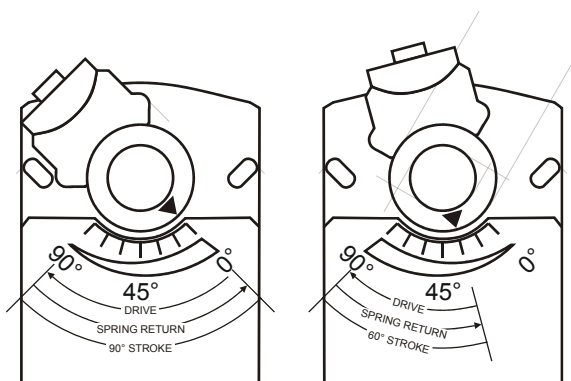

Рис. 5. Сужение рабочего хода
3. Поверните муфту в желаемое начальное положение, угол которого определяется по шкале. См. Рис. 5.
ПРИМЕР: Установка соединительной муфты в начальное положение приблизительно 35° (как обозначено на корпусе) ограничивает рабочий ход до 60° (см. Рис. 5).